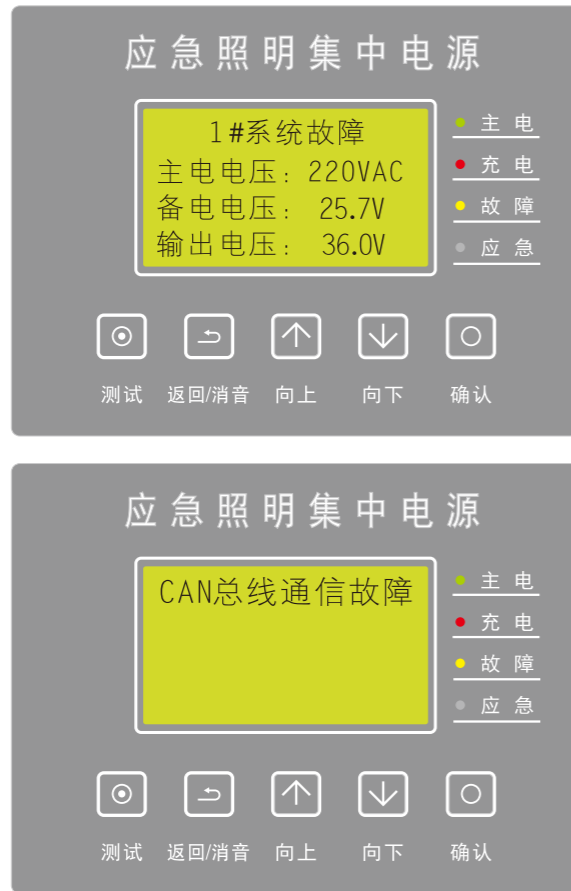

图12
(5)、系统故障：当系统出现故障时，显示屏显示【N#系统故障】并有故障声提示，故障状态指示灯点亮，按【向下】键或查询【故障信息】均可显示故障详情，如图12所示；将故障排除后，系统自动恢复至正常状态。